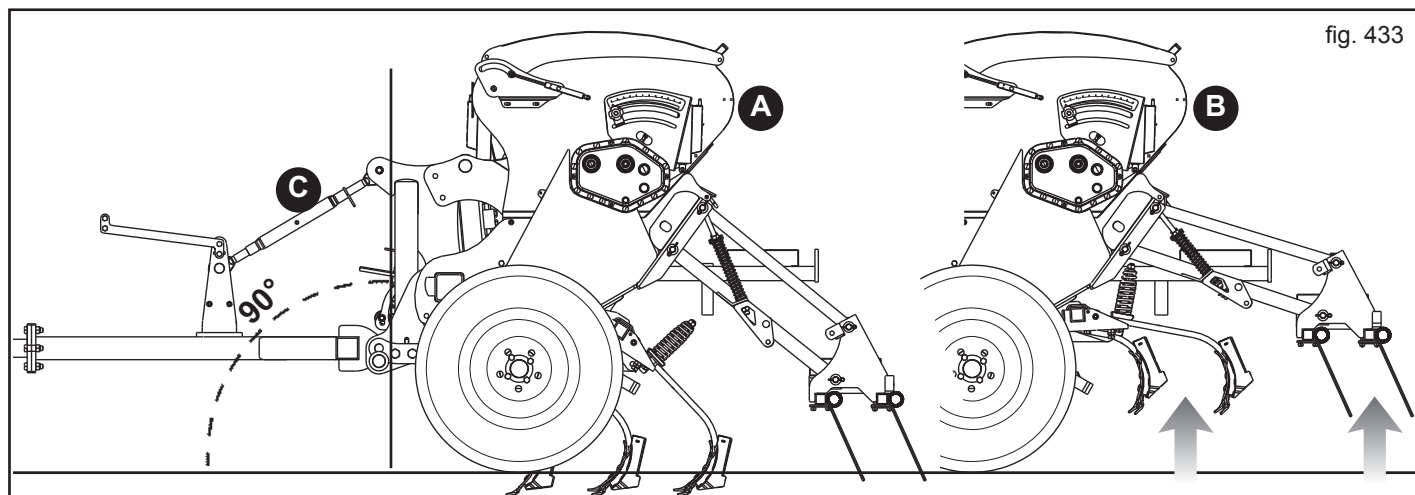
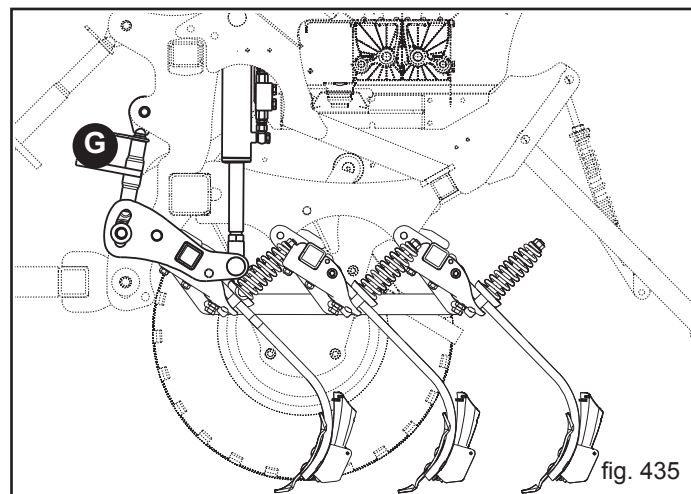

fig. 433
fig. 435
La sembradora versión remolcada puede estar dotada, si solicitado por el cliente, de una transformación que permite que el equipo se pueda halar (Fig. 433). Aplicable a tractores de orugas. La sembradora remolcada es ideal para las siembras en las zonas de colina. **IMPORTANTE!** Regular la profundidad de siembra utilizando el tirante de regulación delantero (G, Fig. 435).
- 1) Aplique el equipo al gancho de arrastre del tractor. Asegure el perno de enganche mediante la clavija de seguridad. Utilizando el tirante de regulación (C, Fig. 433), coloque la sembradora en posición perpendicular respecto al terreno (Fig. 433).
La transmisión se desconecta automáticamente al elevar el equipo en posición de transporte (B, Fig. 433).